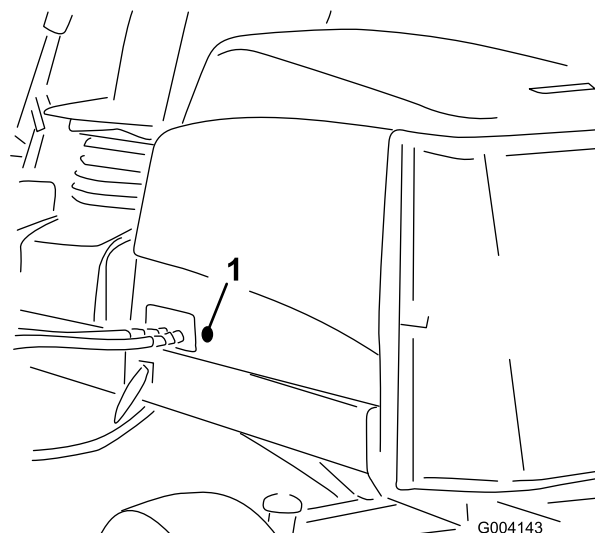

Figura 4
2. Togliete l'anello passacavi in gomma dal foro nel lato sinistro del cofano (Figura 4).